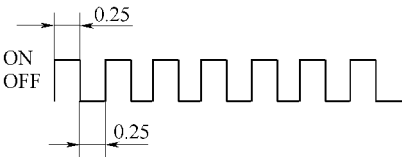

图 2-147 报警灯每 0.25s 闪亮一次
1) EFI 系统正常时该报警灯将每隔 0.25s 闪亮一次，如图 2-147 所示。